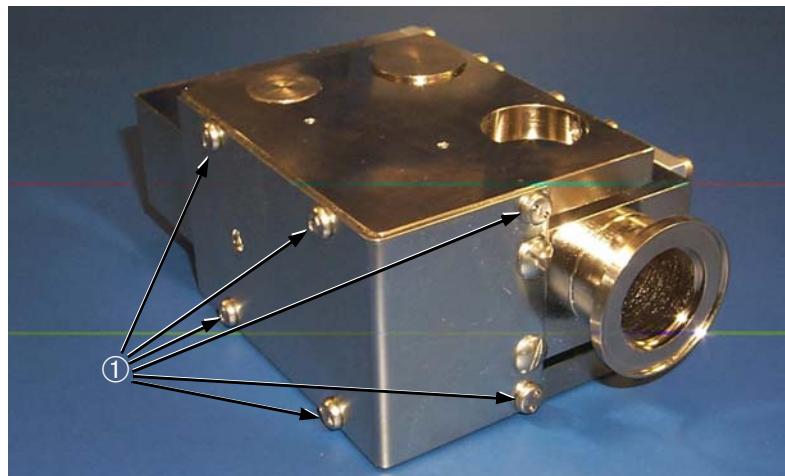

Abbildung 4-6 Magnetkörperschrauben
Drehen Sie bei der Wartung des Spektrometerrohrs nicht die in Abbildung 4-6 gezeigten sechs Schrauben ① aus dem Magnetkörper heraus.